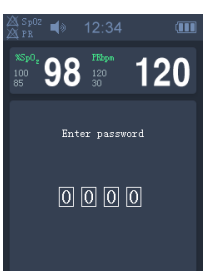

Figura 12.interfaccia password
5.3.4 Impostazioni allarme Nell'interfaccia del menu principale, spostare la barra di selezione sulla voce "Alarm" (Allarme), quindi premere il pulsante di Accensione-Spegnimento/Conferma per accedere all'interfaccia di immissione della password mostrata nella Figura 12.